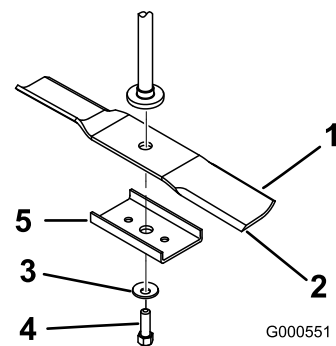

Figure 56
Tenez la lame à son extrémité avec un chiffon ou un gant épais. Enlevez de l'axe, le boulon, la rondelle bombée, le renfort et la lame (Figure 56).
1. Placez la lame sur l'axe (Figure 56).
2. Montez le renfort, la rondelle bombée (face concave vers la lame) et le boulon de lame (Figure 56).